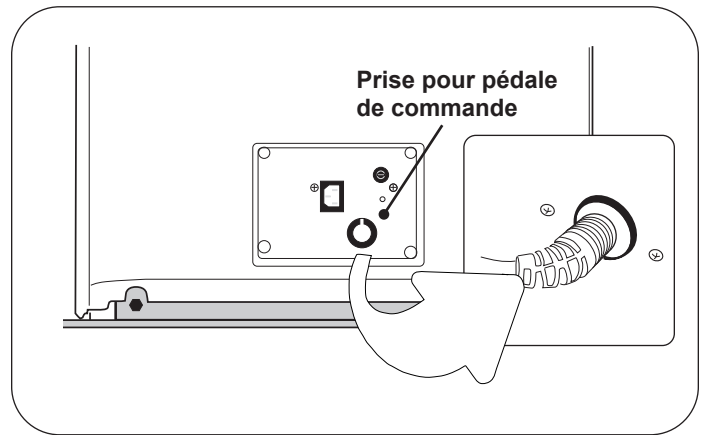

Figure 21. Prise pour pédale de commande
2. Brancher la fiche mâle de la pédale de commande dans la prise de la table (Figure 21). Veiller à enfoncer complètement la fiche. Voir le branchement correct de la fiche de la pédale de commande à la Figure 9. Si la fiche de la pédale de commande est mal insérée, certaines fonctions peuvent ne pas fonctionner correctement.